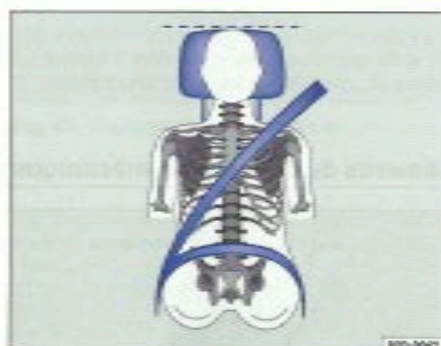

Fig. 40 Ajustement correct de la ceinture et réglage correct de l'appui-tête.
- Réglez l'appui-tête de manière à ce que son bord supérieur soit, si possible, sur la même ligne que la partie supérieure de la tête, mais pas plus bas que les yeux. Positionnez toujours l'occiput le plus près possible de l'appui-tête → fig. 39 et → fig. 40.